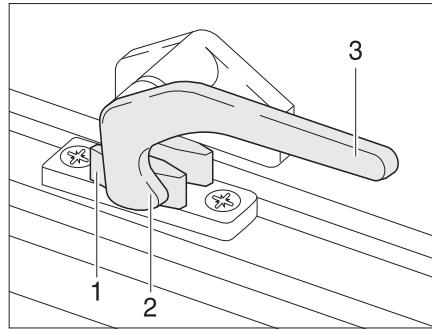

Bild 9 Verriegelungshebel in Stellung "geschlossen"
- Den Verriegelungshebel (Bild 9,3) eine viertel Umdrehung zur Fenstermitte hin drehen.
- Den Verriegelungshebel (Bild 9,3) eine viertel Umdrehung zum Fensterrahmen hin drehen. Die Verriegelungsnase (Bild 9,2) liegt auf der Innenseite der Fensterverriegelung (Bild 9,1).